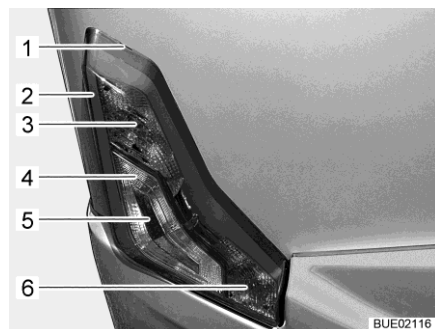

Fig. 291 Luci posteriori
- Infilare l'utensile piatto nell'intaglio (Fig. 291,1) e facendo leva sollevare con cautela l'involucro.